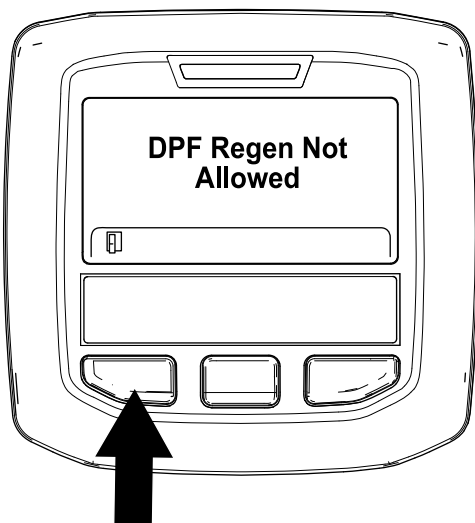

Figura 50
- Si el ordenador del motor no permite el proceso de regeneración, aparece el mensaje “DPF Regen Not Allowed” (Regeneración de DPF no permitida) en el InfoCenter (Figura 50). Pulse el botón de la izquierda para salir a la pantalla de inicio.